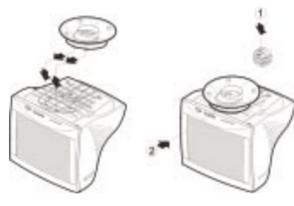

Figura 3-Figura 3-Figure 3
- Vuelva cuidadosamente el monitor sobre su lado o al revés. (ver figura 3)